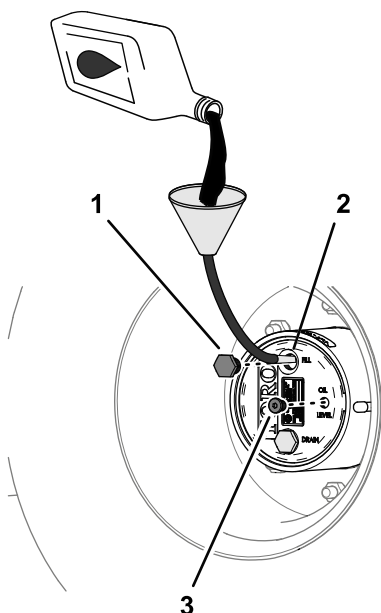

Figure 85
4. Si le niveau d'huile est trop bas, enlevez le bouchon de remplissage et ajoutez l'huile spécifiée jusqu'à ce qu'elle ressorte par le trou du bouchon de contrôle (Figure 85) ; voir Spécifications de l'huile du train planétaire \(page 70\).
6. Remettez en place les bouchons de remplissage et de contrôle (Figure 85).
- Versez lentement l'huile pour engrenages spécifiée par l'orifice du bouchon de remplissage ; voir Figure 85 sous Contrôle du niveau d'huile du train planétaire \(page 70\).
- Remettez en place les bouchons de remplissage et de contrôle ; voir Figure 85 sous Contrôle du niveau d'huile du train planétaire \(page 70\).